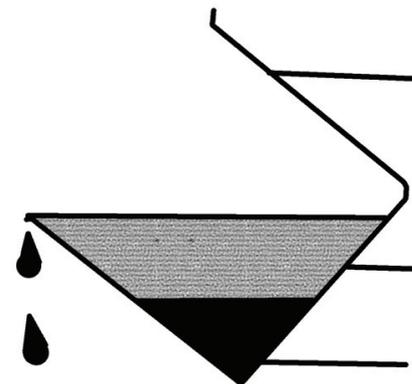

Рис. 1 – Декантация
4. Рассмотрите способы разделения гомогенных и гетерогенных смесей и очистки веществ (табл. 3, рис. 1–7).
равных частей речного песка и воды. Изучите приготовленную смесь, определите тип смеси (гомогенная, гетерогенная). Разделите смесь методом декантации (рис. 1).